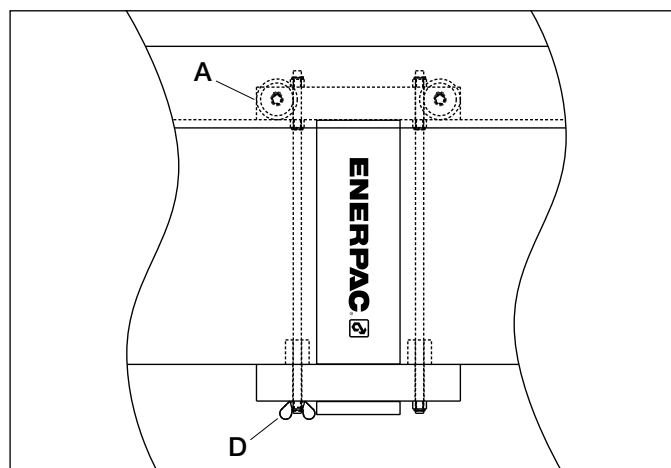

Figura 3
7.0 RIPOSIZIONAMENTO DEL CILINDRO (Vedere Figura 3)